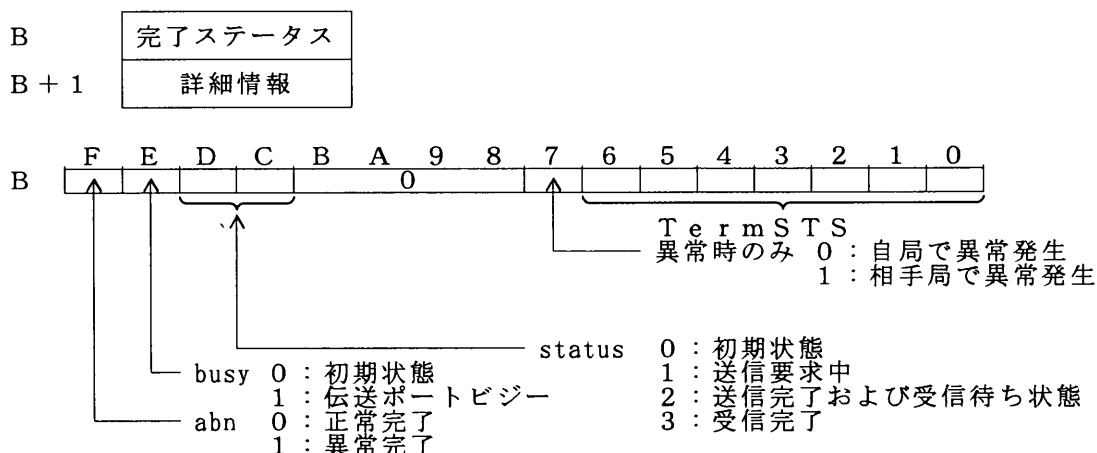

図 6. 10 完了ステータス構成
完了ステータス (B) の構成を図 6. 10 に示します。TermSTSの内容を表 6. 4、詳細情報の内容を表 6. 5 に示します。